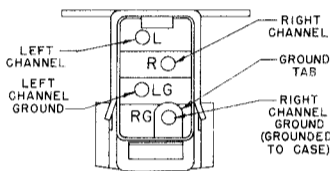

FIGURE 1
CONNECTIONS (see Figure 1):
4. Connect leads to cartridge (see Figure 1).
2. Enfillez les cosses sur la cellule (voir fig. 1).